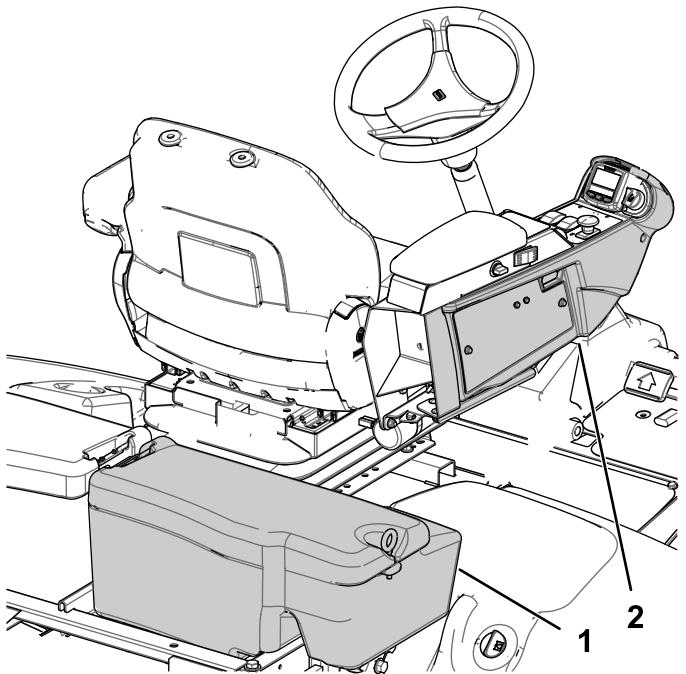

Figura 1
8. Rimuovete il coperchio della consolle di destra, come illustrato nella Figura 1.